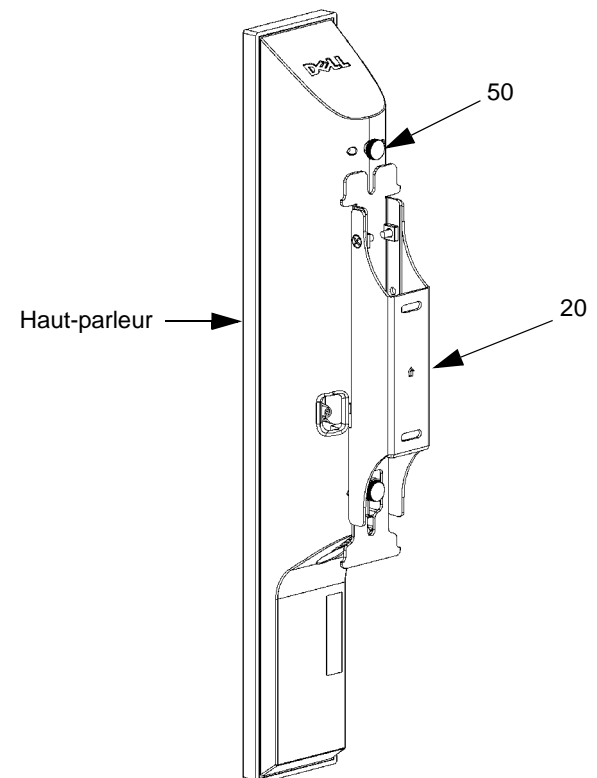

Figure 16. Desserrer les deux vis à tête moletée
1. En maintenant le haut-parleur d'une main, desserrez les deux vis à tête moletée (50) et les joints toriques (110, pas illustrées) qui fixent le haut-parleur au support mural (20). Voir la Figure 16.